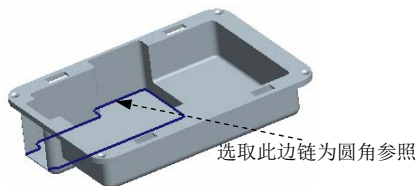

图 5.38.64 定义圆角 10 的参照
Step22. 创建倒圆角特征 10。单击 **模型** 功能选项卡 **工程** 区域中的 **倒圆角** 按钮，选取图 5.38.64 所示的边线为倒圆角的边线；在倒圆角半径文本框中输入值 1.0。